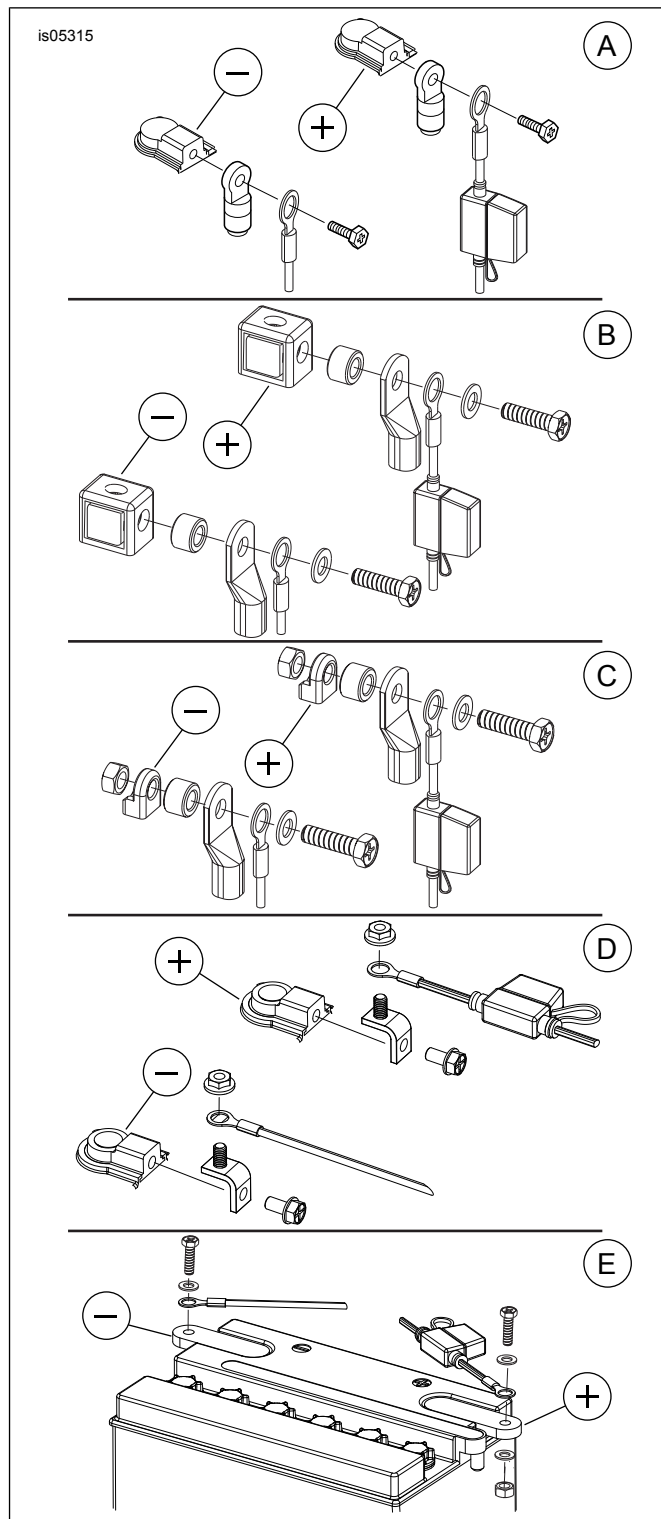

Figura 1. Tipi di connessione della batteria
Nel corso degli anni, sulle motociclette Harley-Davidson sono stati usati diversi tipi di terminali della batteria e relativa bulloneria di collegamento. Vedere Figura 1 per determinare il tipo di terminale e bulloneria usato sulla propria batteria.
1. Vedere Figura 1. Seguire le istruzioni nel manuale d'uso per rimuovere la sella e qualsiasi altro componente (coperchi laterali, ecc.) necessari per accedere alla batteria.
2. Vedere nella Figura 1 la corretta rappresentazione per il proprio modello. Interrompere il collegamento negativo (-) della batteria rimuovendo la bulloneria dal terminale negativo della batteria.
6. Per lo smontaggio, vedere la rappresentazione nella Figura 1. Installare il cavo positivo (rosso) del cablaggio di carica della batteria al polo positivo (+) della batteria secondo la sequenza mostrata. Serrare il bullone del morsetto del terminale positivo (+) al valore indicato sul manuale d'uso.